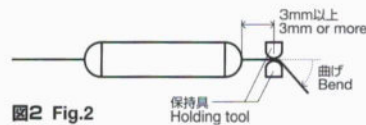

図2 Fig.2
- (3) リード線を温度ヒューズ本体に対して斜めに引っ張ったり押ししたりしないで下さい。
- (4) リード線を曲げ加工する際には、曲げる部分とボディの間を道具で保持し、ボディから 3mm 以上離れた部分を緩やかに曲げて下さい。また、決してボディを道具で挟まないで下さい。(図 2 参照)
- (5) リード線を鋭い物で挟んで傷を付けたり、鋭く曲げたりしないで下さい。
4. When bending a lead wire for installation, fix the part of the lead between the body and the lead section to be bent using a tool, and gently bend the lead section that is at least 3 mm from the body. Never hold the body with a tool. (see Fig.2).